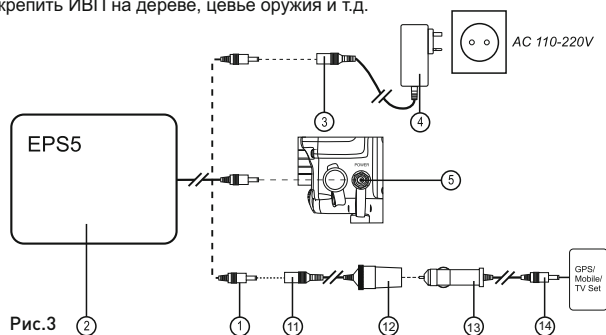

Рис.3
- Подключите штекер (1) ИВП к разъему (11) переходника (Рис.3).
- Подключите автомобильный адаптер (13) в гнездо переходника (12).
- Подключите второй штекер автомобильного адаптера (14) к стороннему устройству.